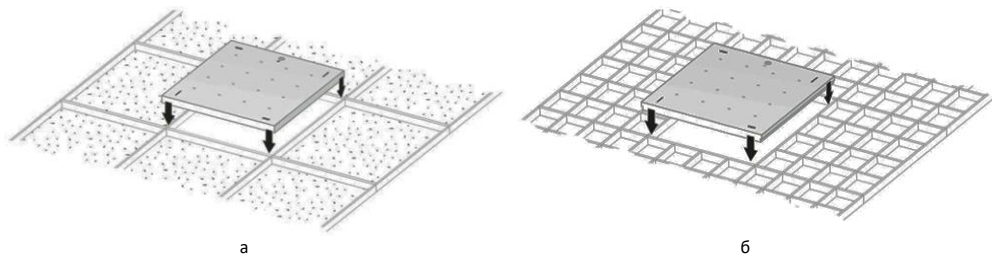
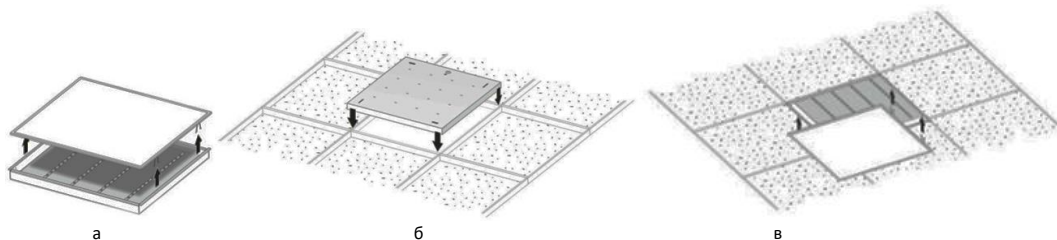

Рисунок 7 — Установка светильника Geniled серии Офис, ЛПО (а), серии Грильято (б) на подвесную конструкцию.
Рисунок 8 — Установка светильника Geniled серии Экофон на подвесную конструкцию.
5.3.3. Установите светильник Geniled на монтируемое место (Рисунок 7, а — для потолка типа «Армстронг», б — для потолка типа «Грильято», Рисунок 8 — для потолка типа «Escophon»). Следите за тем, чтобы кабель не оказался зажат между элементами конструкции потолка и светильника. Убедитесь, что светильник надежно закреплен на потолке.